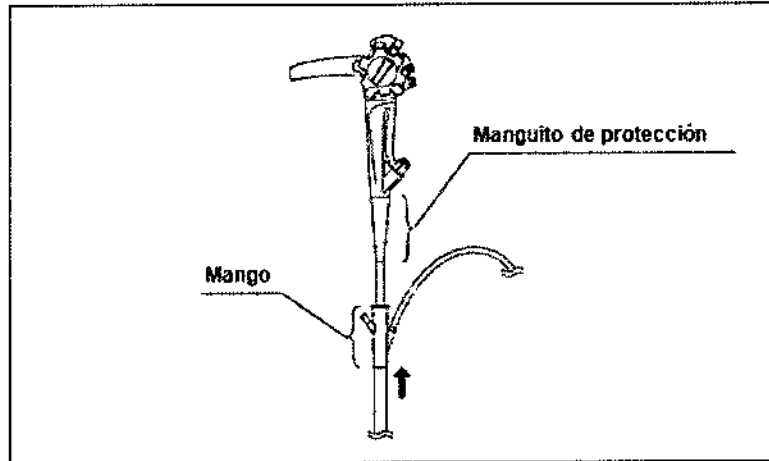

Figura 3.20
10. Desplace el tubo de protección de un solo uso hasta el extremo proximal de la sección de inserción del endoscopio y coloque el mango del tubo de protección de un solo uso cerca del manguito de protección del endoscopio (véase la figura 3.20).